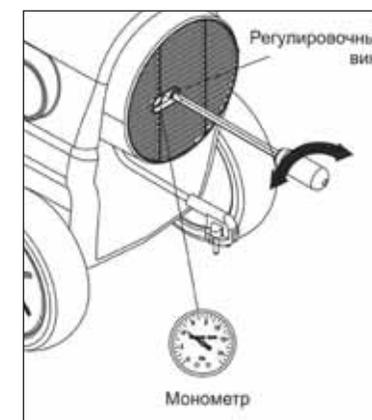

Рис. 21. Регулировка давления насоса
- С помощью отвертки отрегулируйте давление как показано на рис. 21, Поворот по часовой стрелке увеличивает давление, против часовой стрелки — уменьшает.